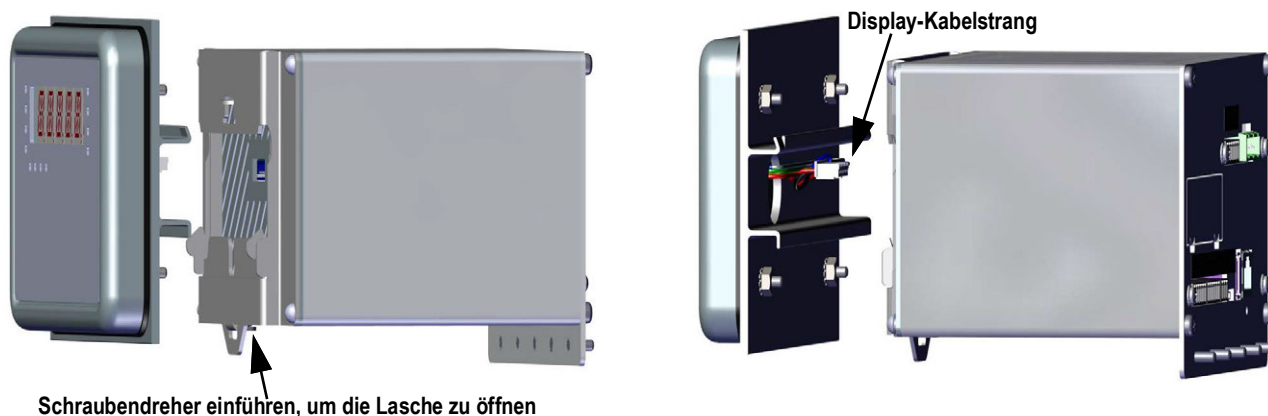

Abbildung 2-4. Einbau des Controllers
6. Den Controller wie in Abbildung 2-4 gezeigt an der DIN-Schiene einhängen.